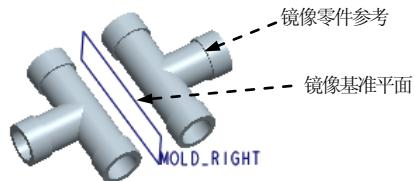

图 15.3 创建镜像参考模型
(1) 单击 **模具** 功能选项卡 **参考模型和工件** 区域的按钮 **参考模型**，在系统弹出的菜单中单击 **镜像参考模型** 按钮，系统弹出“镜像元件”对话框。
(2) 在“镜像零件”对话框中的 **元件** 区域单击字符“选择项”，然后选取图 15.3 所示要镜像的参考零件。
(3) 在“镜像零件”对话框中的 **镜像平面** 区域单击字符“选择项”，选取图 15.3 所示的镜像平面参考。
(4) 在“镜像零件”对话框 **新建元件** 区域的 **名称** 文本框中输入名称 pipeline_mold_ref_02，然后单击 **确定** 按钮完成镜像操作。